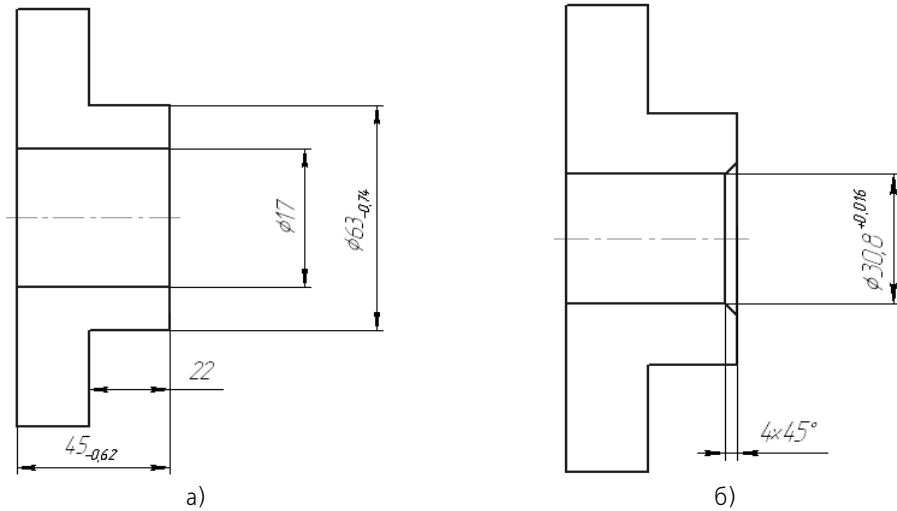

Рис. 6.17.
2. Для операции 010 *Токарно-винторезная* создайте два эскиза по предлагаемому образцу (рис. 6.17). Сохраните эскизы и подключите их к операции.